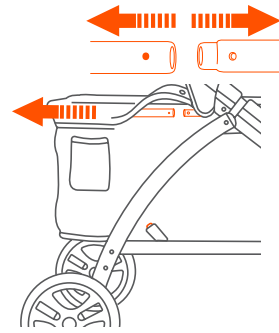
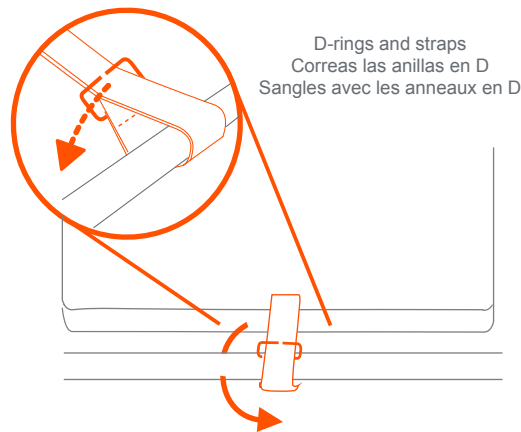

Fig. 16c
Fig. 16d
- Press the pin to remove the rear frame bar and pull the fabric away from the frame. Remove the the bar from the fabric (Fig. 16c) and remove the **D-ring** on each side (Fig. 16d).
- Presione el perno para retirar la barra trasera del armazón, y aparte la tela del armazón. Retire la barra de la tela (Fig. 16c) y retire **las anillas en D** (Fig. 16d).
- Presser la goupille pour ôter la barre du cadre arrière et retirer le tissu du cadre. Retirer la barre du tissu (Fig. 16c) et retirer **les anneaux en D** (Fig. 16d).